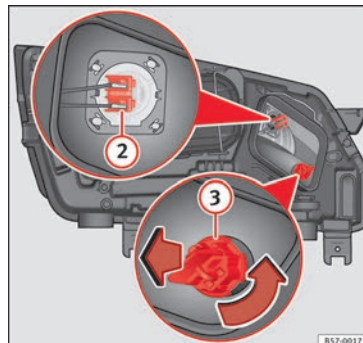

Abb. 108 Im Motorraum: Glühlampe Fernlicht ② und Glühlampe Blinker ③.
3. Drücken Sie den Stecker » **Abb. 108** ② seitlich nach links und ziehen Sie.
3. Drehen Sie den Lampenträger » **Abb. 108** ③ nach links und ziehen Sie.